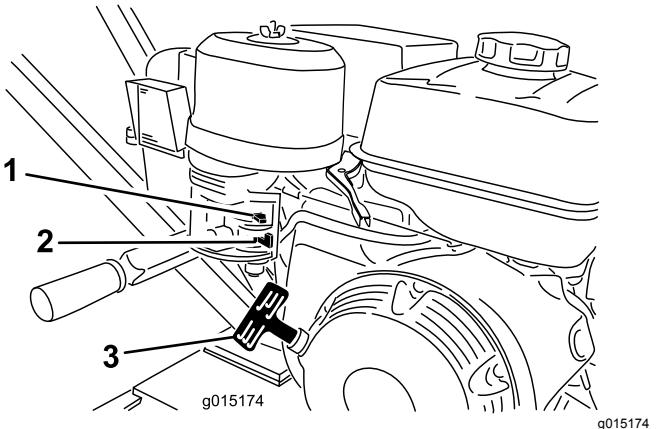

Figure 9
1. Tournez le robinet d'arrivée de carburant complètement à droite, en position OUVERTE (Figure 9).